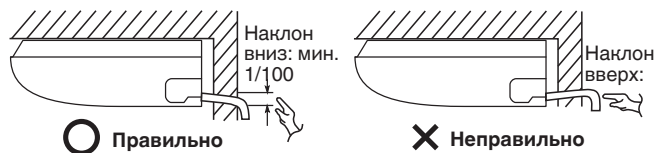

Рис. 3-22
- Подсоедините дренажную трубу таким образом, чтобы она была наклонена вниз от блока наружу. (Рис. 3-22)